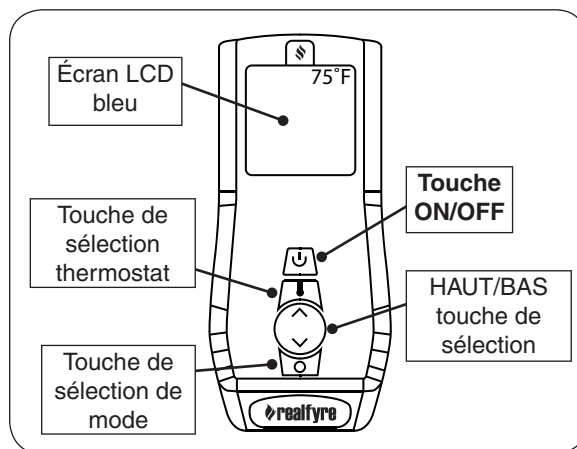

Fig. 42-4 Détail télécommande
3. Localisez la télécommande et appuyez sur la touche ON/OFF. (voir Fig. 42-4). La séquence d'allumage commencera.